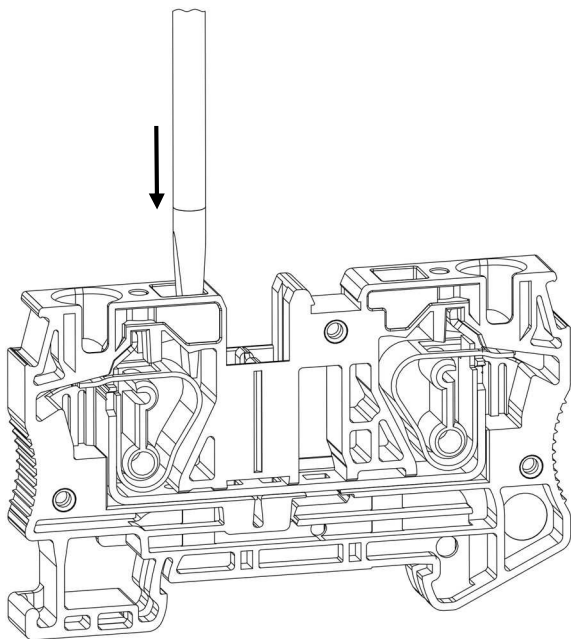
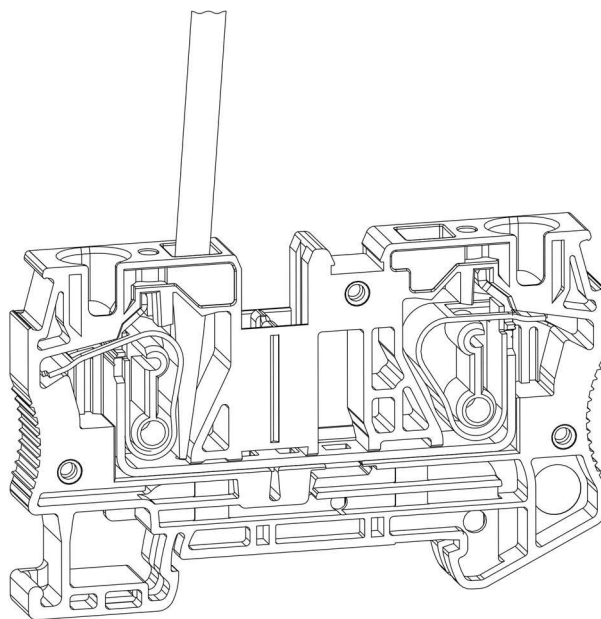

Рисунок 10 - ввод отвертки для открытия зажима
Рисунок 11 - открытый зажим
- Надавите отверткой вниз, чтобы открыть пружинный зажим (рис. 10; рис. 11).